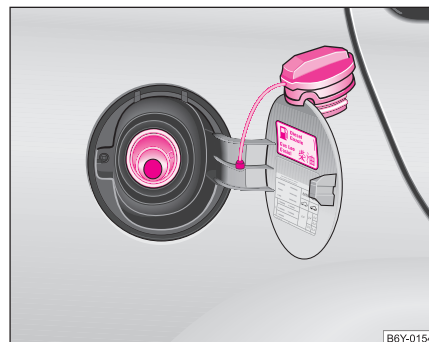

Abb. 137 Tankklappe ►
Es gibt verschiedene Benzinsorten. Bitte lesen Sie das Heft „Technische Daten“, um zu wissen, welche Benzinsorte Ihr Fahrzeug benötigt. Die gleiche Information finden Sie auch an Ihrem Fahrzeug auf der Innenseite der Tankklappe ⇒ Seite 188, Abb. 137.
- Schrauben Sie den Tankverschluss linksherum heraus und setzen Sie ihn von oben auf die Tankklappe ⇒ Seite 188, Abb. 137.